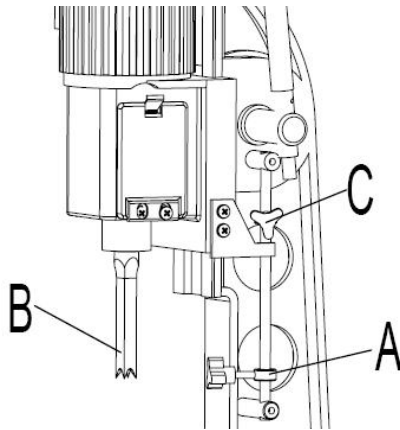

Fig. 11
Un guide de butée de profondeur (A) Fig. 11, est prévu pour limiter la profondeur du ciseau (B). Pour régler le guide de butée de profondeur (A), desserrez la vis (C) et abaissez la tête jusqu'à ce que le ciseau (B) soit à la profondeur souhaitée. Abaissez le guide de butée de profondeur (A) jusqu'à ce qu'il soit à la profondeur souhaitée, serrez la vis (C).